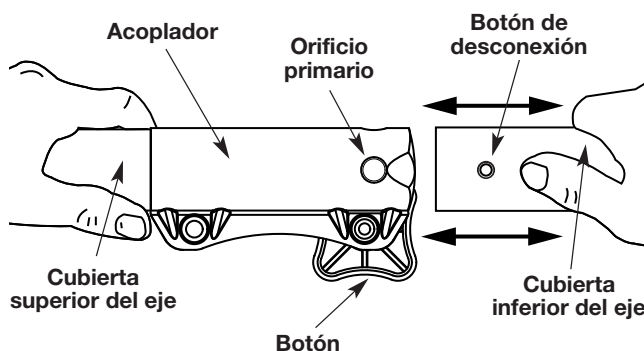

Fig. 2
3. Mientras sostiene el bastidor del eje superior con firmeza, tire del turbosoplador en línea recta fuera del acoplador (Fig. 2).
3. Mientras sostiene el accesorio con firmeza, empújelo en línea recta en el acoplador (Fig. 2).
PRECAUCIÓN: Trabe el botón de desconexión en el orificio primario (Fig. 2) y ajuste bien la perilla antes de operar esta unidad.